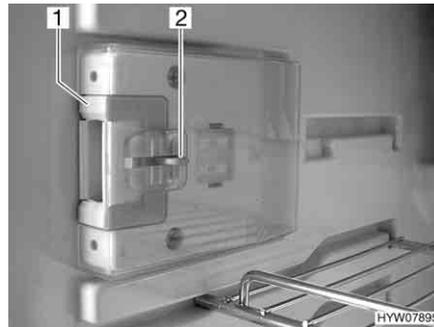
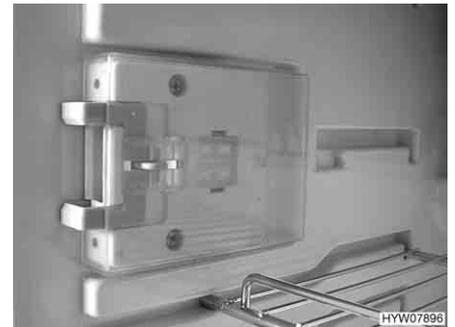

Fig. 144 Dispositivo de cierre en posición normal
Fig. 145 Dispositivo de cierre en posición de ventilación
- Hundir el desbloqueo (Fig. 144,2).
- Empujar el dispositivo de cierre (Fig. 144,1) hacia delante (Fig. 145).